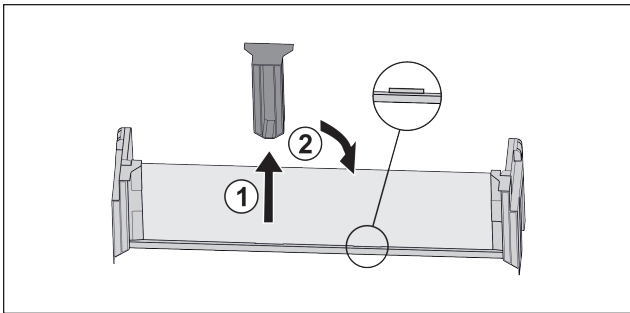

Fig. 83 \*
- ▶ Middelste vasthoudeel lostrekken Fig. 83 (1).\*
- ▶ Middelste vasthoudeel in tweede positie inzetten Fig. 83 (2).\*